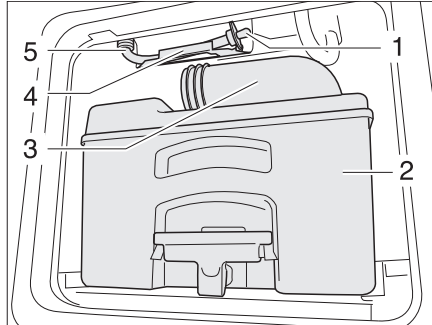

Bild 362 Avloppsslang vattentank toalett
- Töm kassetten (Bild 362,2) på ett därför godkänt avloppshanteringsställe och rengör den.
- Lämna tömningsröret (Bild 362,3) vara öppet.
- Tag ut avloppsslangen (Bild 362,5) ur hållaren (Bild 362,4).
- Ta ur avloppsproppen (Bild 362,1) och låt resterande vatten rinna ut.